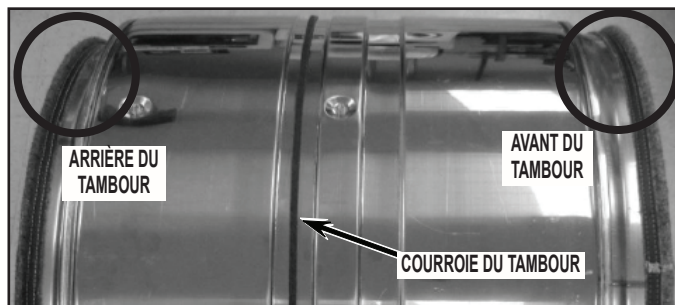

FIGURE 17
IMPORTANT : En prévision du remontage, noter la position de la courroie du tambour, et l'orientation avant/arrière; l'ouverture de l'avant du tambour est plus grande que l'ouverture de l'arrière du tambour; voir la *Figure 17*.
- Pour la réinstallation du tambour, voir la *Figure 17* au sujet de l'orientation correcte du tambour (avant/arrière).